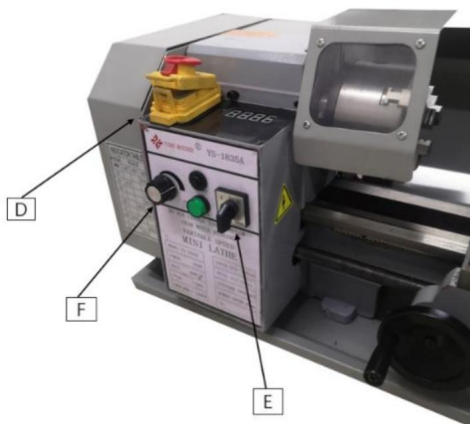

Fig. 9
1. Nödlägesknapp: ON/OFF-omkopplare (D, Fig. 9)
2. Omkopplare (E, Fig. 9)
3. Omkopplare för variabel hastighet (F, Fig. 9)